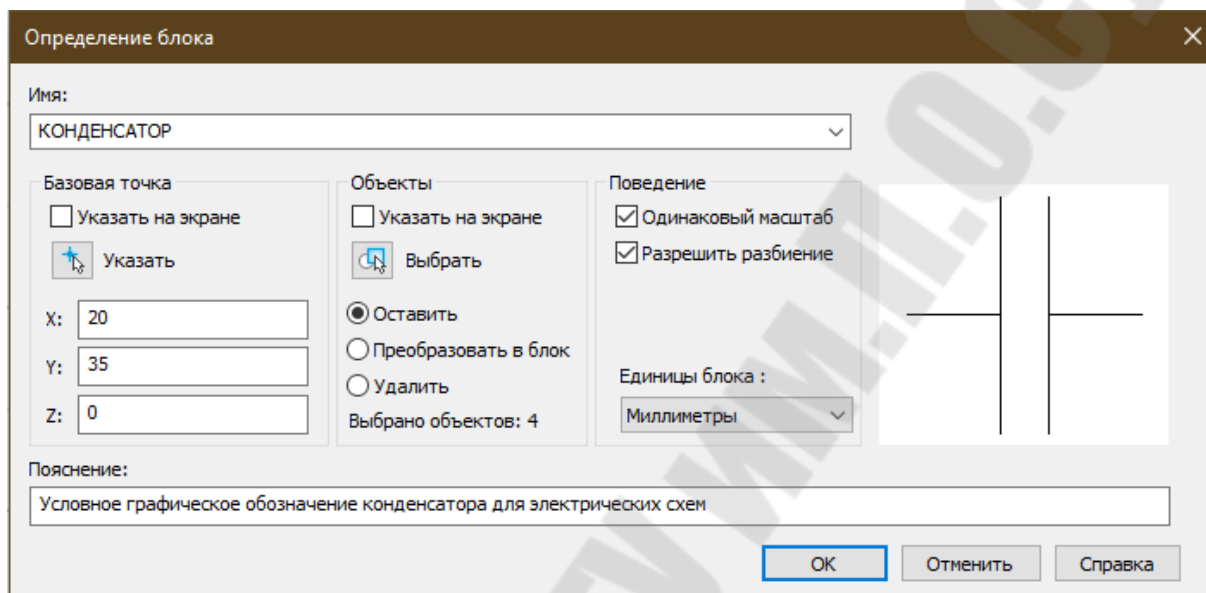

Рис. 3.222 Диалоговое окно *Определение блока*
Команда **БЛОК** позволяет сформировать блок с помощью диалогового окна *Определение блока* (рисунок 3.222) и может быть активирована в командной строке, из меню *Черчение→Блок→Создание...*, а также кнопкой  на ленте или панели инструментов *Черчение*. При этом определение блока сохраняется в текущем документе.
2. В поле **Имя** указываем название блока **КОНДЕНСАТОР** (рисунок 3.222).
7. Отслеживаем правильность заданных параметров диалоговом окне *Определение блока* (рисунок 3.222) и нажимаем кнопку **Ок**.